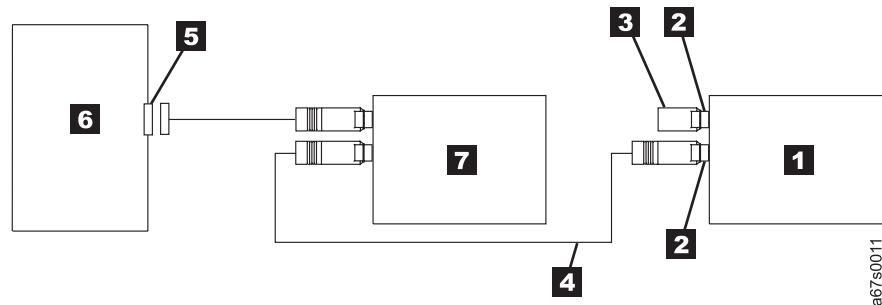

Abbildung 4. Beispiel für den Anschluss mehrerer SCSI-Einheiten an den Host. Diese Ansicht ist eine Ansicht von oben.
- **Ist das Bandlaufwerk IBM 3580 eine von mehreren Einheiten auf dem SCSI-Bus:** Schließen Sie das SCSI-Buskabel an die nächste Einheit auf dem Bus an, versetzen Sie den Abschlussstecker in die letzte Einheit auf dem Bus und setzen Sie dann den Host-Befehl zur Wiederaufnahme des Betriebs ab (siehe Abb. 4). Die maximal zulässige Länge des Buskabels hängt von dem Typ der SCSI-Host-Adapterkarte (LVD/SE oder HVD/DIFF) ab, die im Host installiert ist: